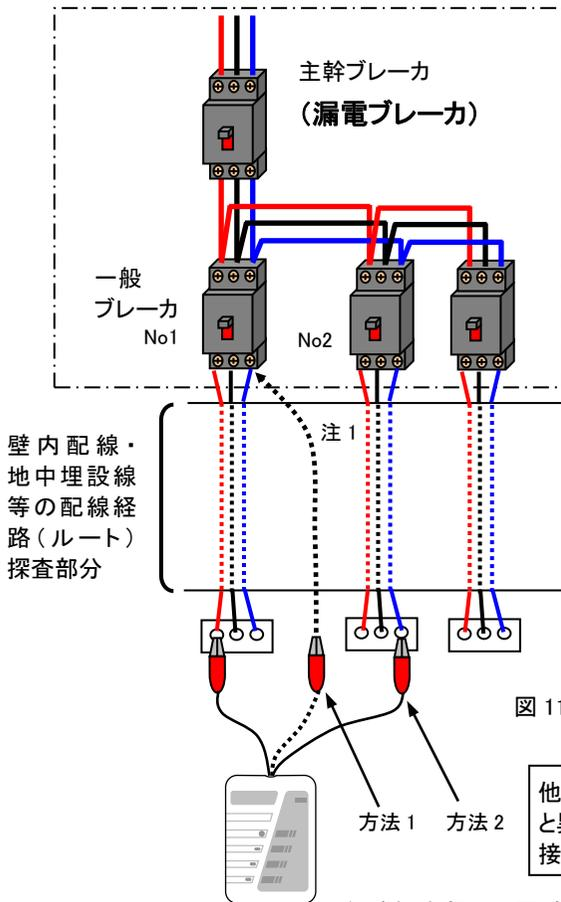

図 11
- 図 11 の方法 1、方法 2 でも探査可能です。
- 図 11 で、分岐ブレーカが漏電ブレーカの場合は、注 1 に示すように、暫定のバイパス配線により探査配線ブレーカの 2 次側に接続してください。この場合バイパス配線は、探査配線が埋設されていると考えられる場所から 5m 以上は離して配線してください。